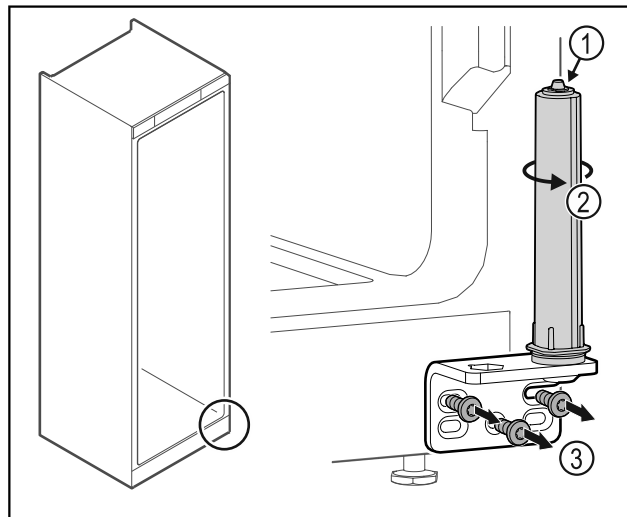

Fig. 33
- ▶ Nerozebírejte uzavírací systém dvířek Fig. 33 (1).
- ▶ Otáčejte uzavíracím systémem Fig. 33 (2), dokud nezacvakne.
- ▶ Odšroubujte úhelník závěsu Fig. 33 (3).